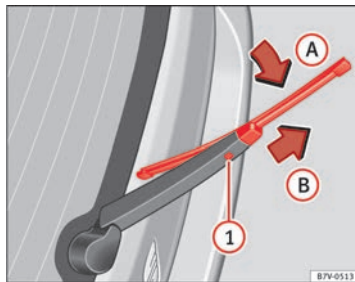

Fig. 161 Cambio de la escobilla de la luneta.
- Pliegue la escobilla por arriba hacia el brazo del limpiaparabrisas ⇒ fig. 161 (flecha A).
- Mantenga presionada la tecla de desbloqueo ① y tire al mismo tiempo de la escobilla en el sentido que indica la flecha B. Es probable que tenga que emplear mucha fuerza.